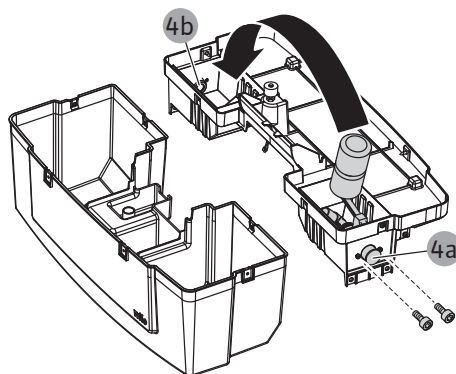

Fig. 17: Retrait du couvercle de la bûche de stockage et desserrage des vis de fixation de la vanne de réalimentation
6. Enlever les vis sur le support de la vanne de réalimentation (Fig. 17).
7. Retirer la vanne de réalimentation avec le support et la placer sur le côté opposé (pos. 4b) de la bûche de stockage.